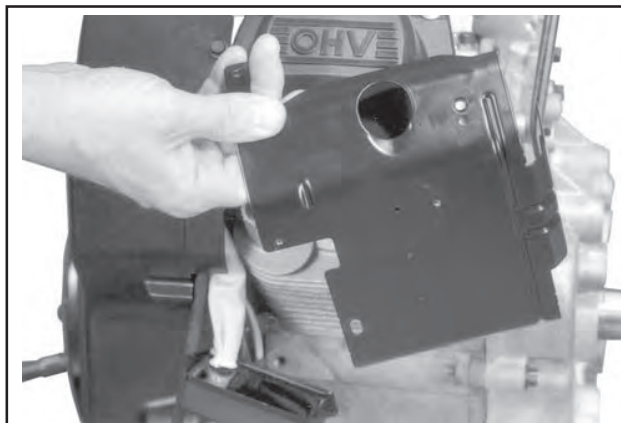

Abbildung 9-35. Entfernung der äußeren Bleche.
5. Die äußeren Bleche auf beiden Seiten entfernen. Siehe Abbildung 9-35.